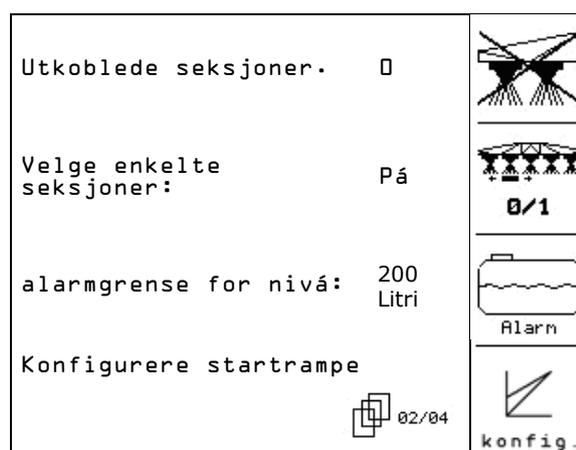

Fig. 22
Side 2 02/05 (Fig. 22)
- Koble ut delbredder permanent. Det viste sifferet (Fig. 22) informerer om antallet delbredder som er koblet ut permanent (siffer 0 = ingen delbredde koblet ut). (Se side 37).